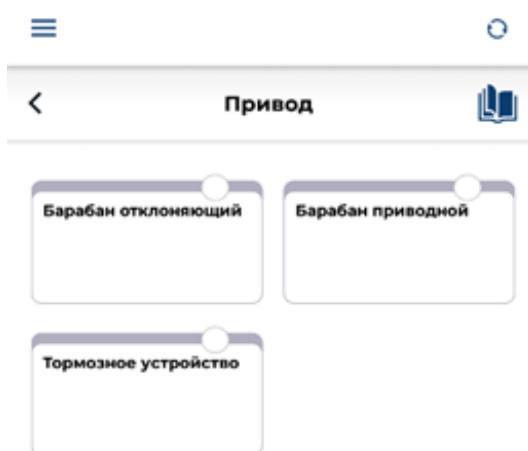

Рисунок 16 – Выбор узла третьего уровня
- если у выбранного оборудования есть узлы третьего уровня, то необходимо также выбрать нужную карточку из списка и нажать (рисунок 16).